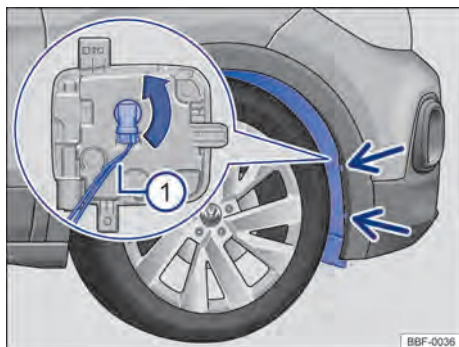

Fig. 181 Na caixa de roda dianteira: acesso à lâmpada incandescente do farol de neblina.
- 2 Remover os parafusos de fixação do revestimento da caixa de rodas → Fig. 181 (setas) com o auxílio de uma chave de fenda.
- 5 Retirar o conector de alimentação da lâmpada → Fig. 181 ①, pressionar, ao mesmo tempo, a trava de fixação do conector.
- 6 Girar o soquete da lâmpada → Fig. 181 (seta), no sentido anti-horário até o batente, e desencaixá-lo do alojamento.
- 11 Encaixar o conector de alimentação → Fig. 181 ① no soquete da lâmpada. o conector precisa encaixar audivelmente.
- 13 Recolocar os parafusos de fixação → Fig. 181 (setas) e apertá-los.